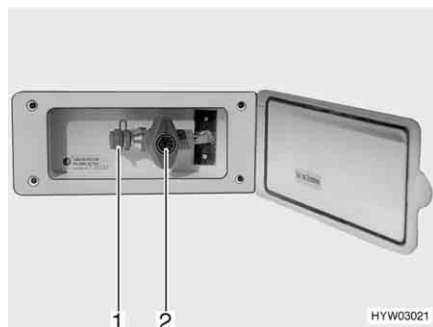

Fig. 157 Raccordement externe de gaz (robinet d'arrêt de gaz fermé)
Le raccordement externe de gaz (Fig. 157) se trouve sur le côté droit du véhicule.
- Raccorder l'appareil à gaz externe sur le raccord (Fig. 157,1).
- Ouvrir le robinet d'arrêt de gaz (Fig. 157,2).